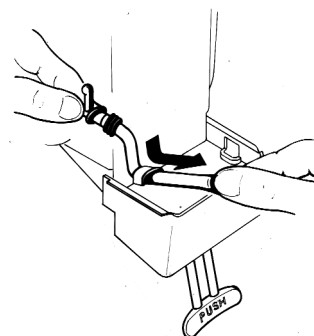

Bild 13
- 2 - Ausgabeschlauch in seinem horizontalen Sitz in Behälterboden einsetzen (Bild 13).